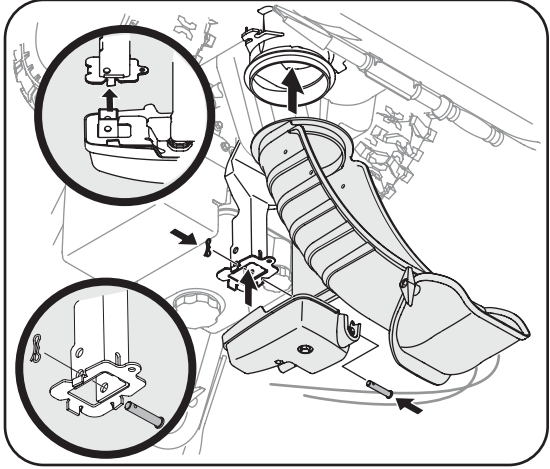

Figure 3-3
- Placez la goulotte sur sa base et attachez-la sur son support en utilisant l'axe de chape et la goulotte fendue enlevés plus tôt. Voir la Figure 3-3.